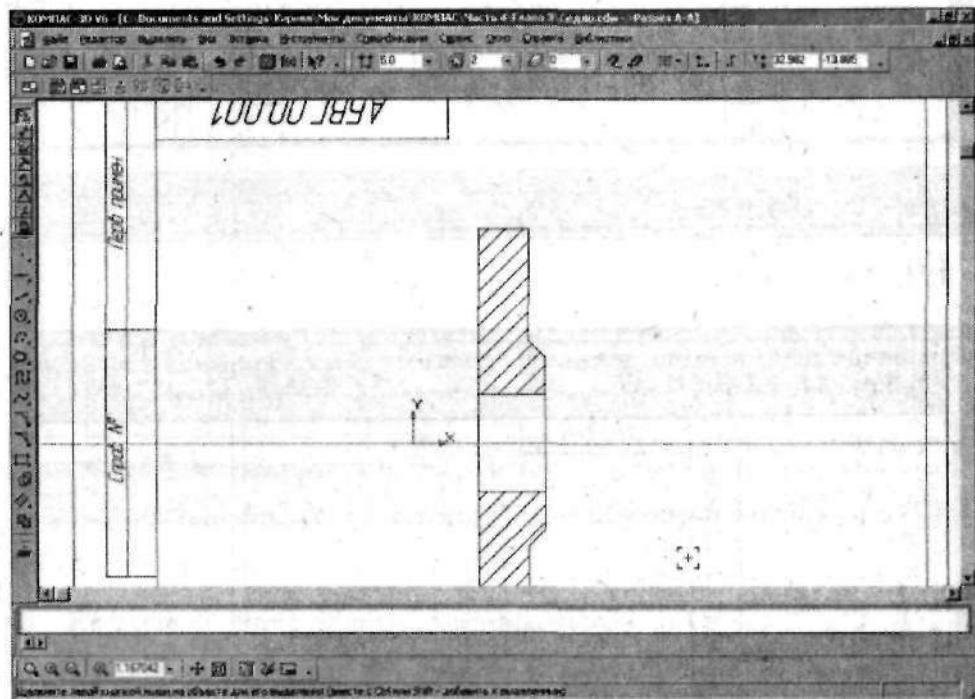

Рис. 4.33. Постройте вспомогательную прямую и осевую линию
1. Для полного прочтения чертежа нет необходимости в построении полного разреза, доработаем вид так, чтобы осталось только половина разреза. Для этого сначала постройте горизонтальную вспомогательную прямую, проходящую через ось симметрии вида, а затем постройте осевую линию (рис. 4.33).